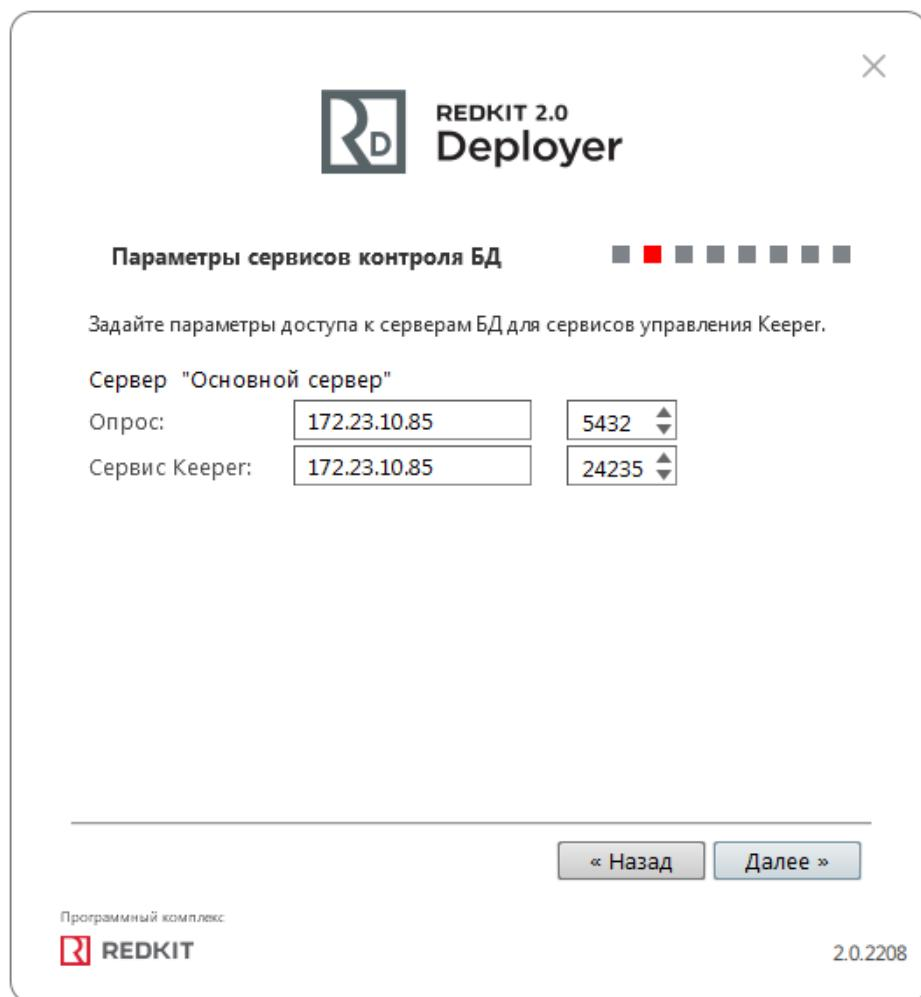

Рисунок 100 - Параметры сервисов контроля БД
6. Оставьте параметры сервисов контроля БД по умолчанию и нажмите **Далее** (Рисунок 100).